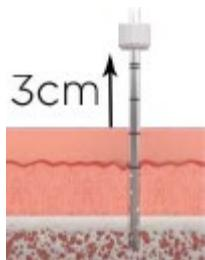

Fig 2
8. Posicione o identificador de profundidade a 3 centímetros da pele (correspondendo a marcas de 3 centímetros). Este identificador possui a função de predeterminar a profundidade de inserção correta da cânula de forma que todos os orifícios vão além do córtex. [Fig 2]